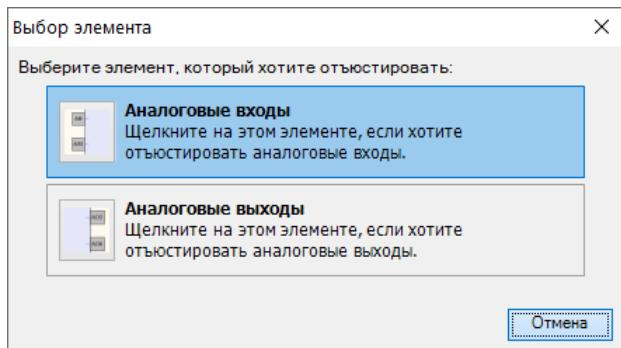

Рисунок 8.3 – Вибір елемента
3. У меню вибрати «Аналогові входи» (див. рисунок 8.3).